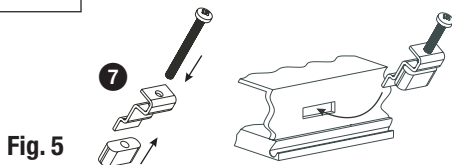

Fig. 5
- Atornillar los tornillos **fig. 5** hasta que las esquinas del marco queden apoyadas sobre la puerta del armario de distribución.